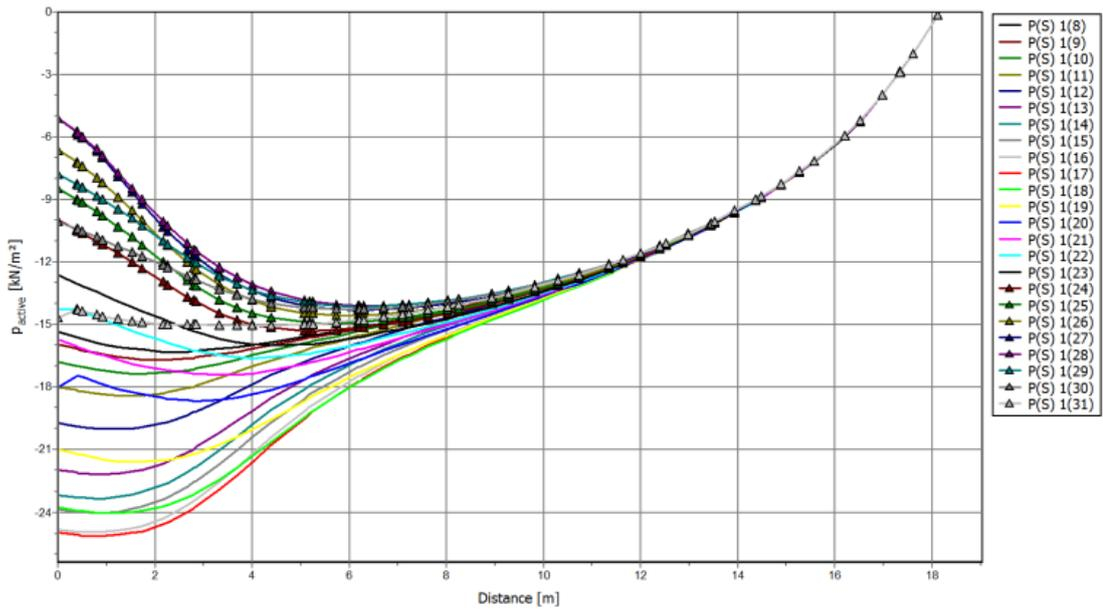
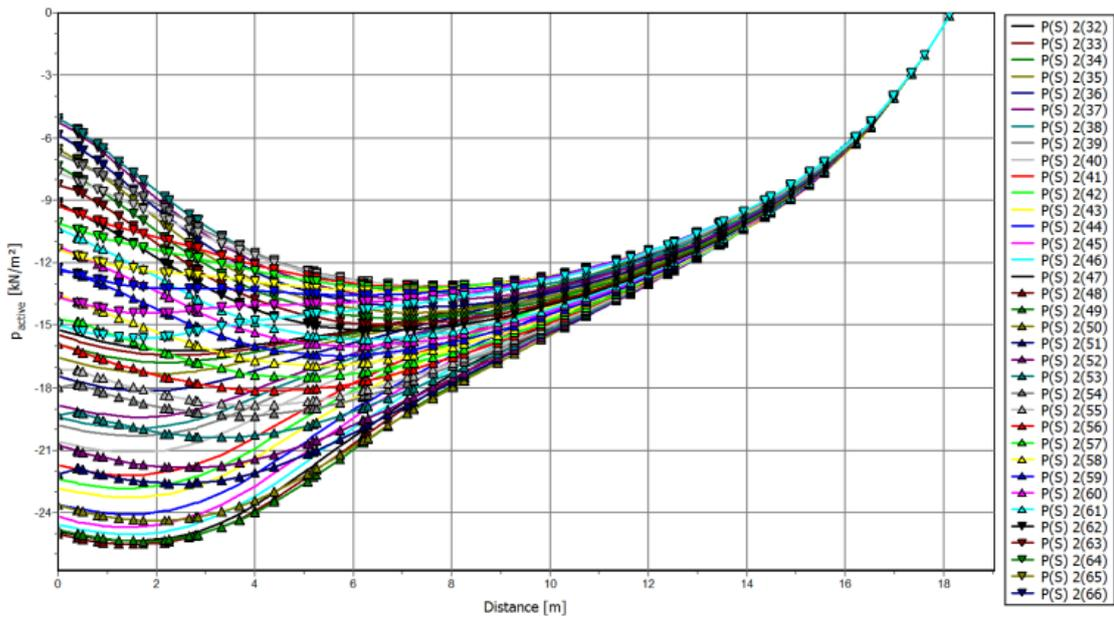

图 11 阶段 1 剖面的主动孔隙水压力变化
图 12 阶段 2 剖面的主动孔隙水压力变化
- 可以对比在一个指定剖面以简谐波变化下不同时间间隔的计算结果。如图 11 和图 12 所示。